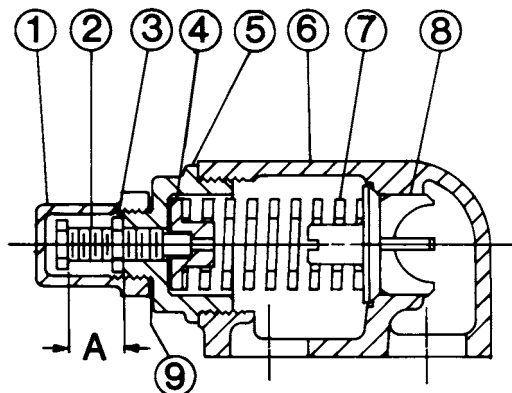

ABBILDUNG 11
2. Messen und notieren Sie die Länge der hervorstehenden Einstellschraube. Siehe (A), Abbildung 11.